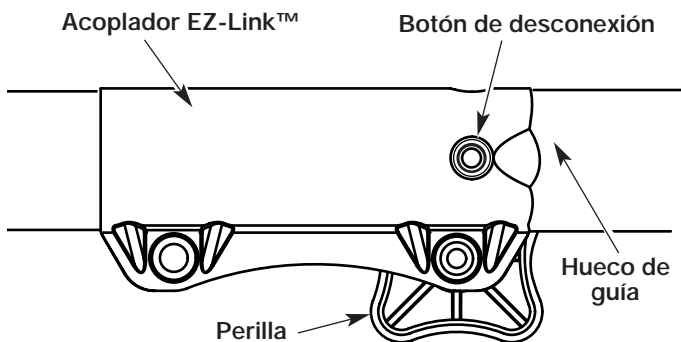

Figure 19
1. Gire la perilla en sentido antihorario para aflojarla (Fig. 19).
2. Opima y sostenga el botón de desconexión (Fig. 19).
NOTA: La alineación del botón de desconexión con el hueco de guía facilitará la instalación (Fig. 19).